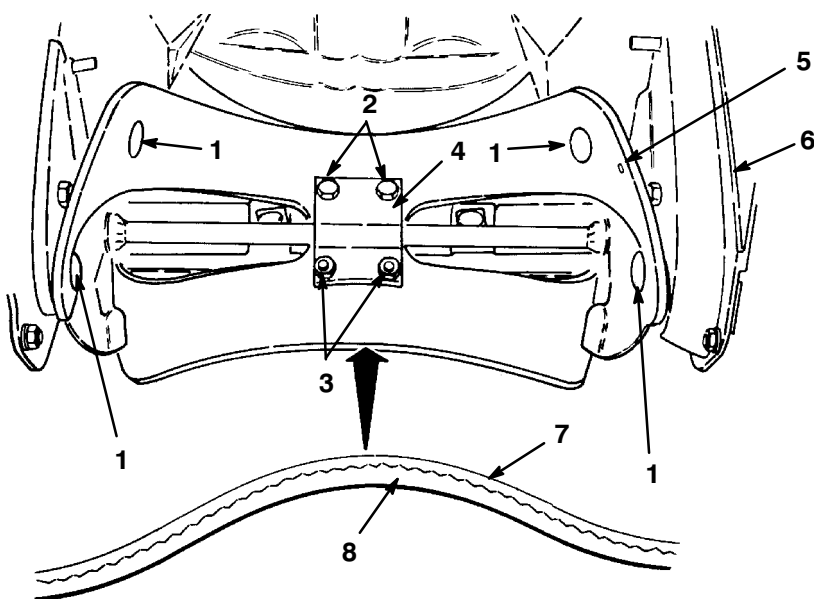

Figure 15
1. Enlevez les quatre vis Torx, les deux vis d'assemblage et les six contre-écrous qui fixent la pale à l'ensemble arbre de turbine (Fig. 15).
2. Déposez la pale en la faisant coulisser entre les supports (Fig. 15).
1. Examinez le bord de la pale neuve pour détecter la différence d'épaisseur (Fig. 15). Certaines pales portent un numéro de référence du côté épais.
Montez les pales en dirigeant la couche épaisse vers **l'intérieur** de la courbe. (Fig. 15). Si elles ne sont pas montées correctement, les pales risquent d'être déséquilibrées, ce qui fait "sauter" ou "rebondir" la déneigeuse.
4. Placez la tête des vis sur le côté épais de la pale (Fig. 15).
5. Courbez la pale et fixez-la avec les quatre vis Torx et contre-écrous restants, en plaçant la tête des vis sur le côté épais de la pale (Fig. 15).